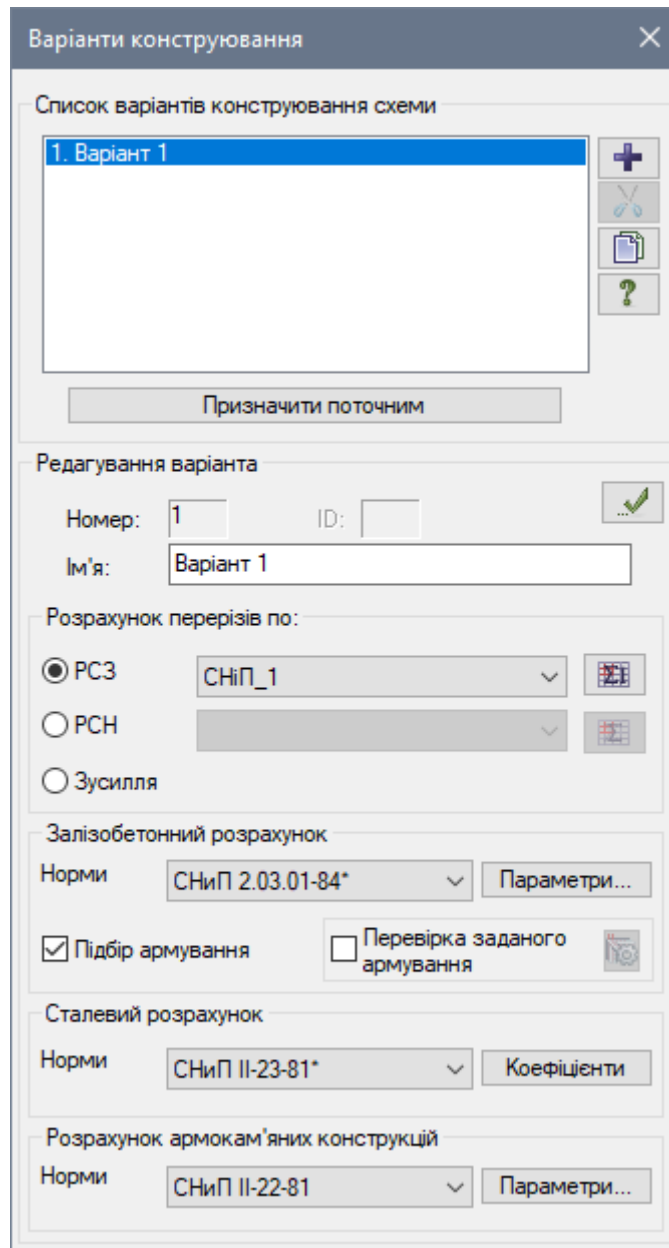

Рис. 6.7. Діалогове вікно Варіанти конструювання
- Відкрийте діалогове вікно **Варіанти конструювання** (рис. 6.7) натиснувши на кнопку  – **Варіанти конструювання схеми** (панель **Конструювання** на вкладці **Створення і редагування**).